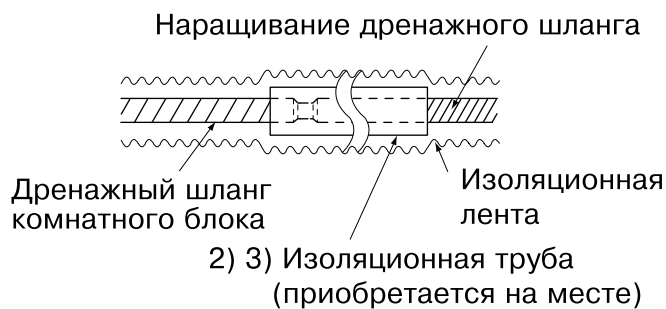

Рис. 16
- При наращивании дренажных труб пользуйтесь имеющимся в свободной продаже удлинительным шлангом и следите за надлежащей изоляцией наращиваемого участка дренажного шланга, располагаемого в помещении. (См. рис. 16)